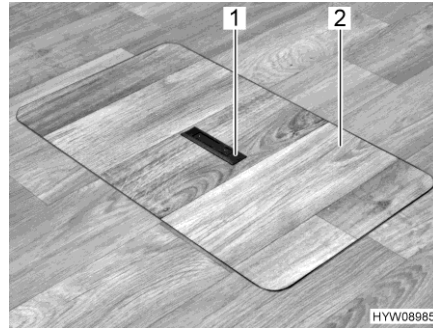
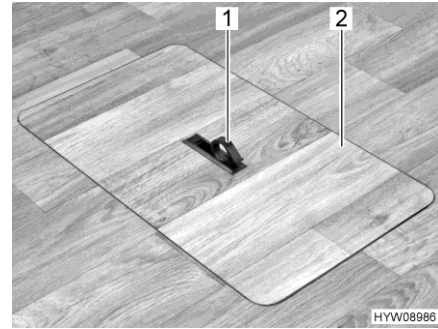

Fig. 82 Cubierta del compartimento de almacenamiento en el piso (tirador hundido)
Fig. 83 Cubierta del compartimento de almacenamiento en el piso (tirador girado hacia fuera)
- Presionar hacia abajo un lado de la placa de agarre (Fig. 82,1). El tirador (Fig. 83,1) girará hacia arriba.
- Retirar la cubierta (Fig. 83,2) hacia arriba.
- Insertar la cubierta (Fig. 83,2) en el marco en el piso.